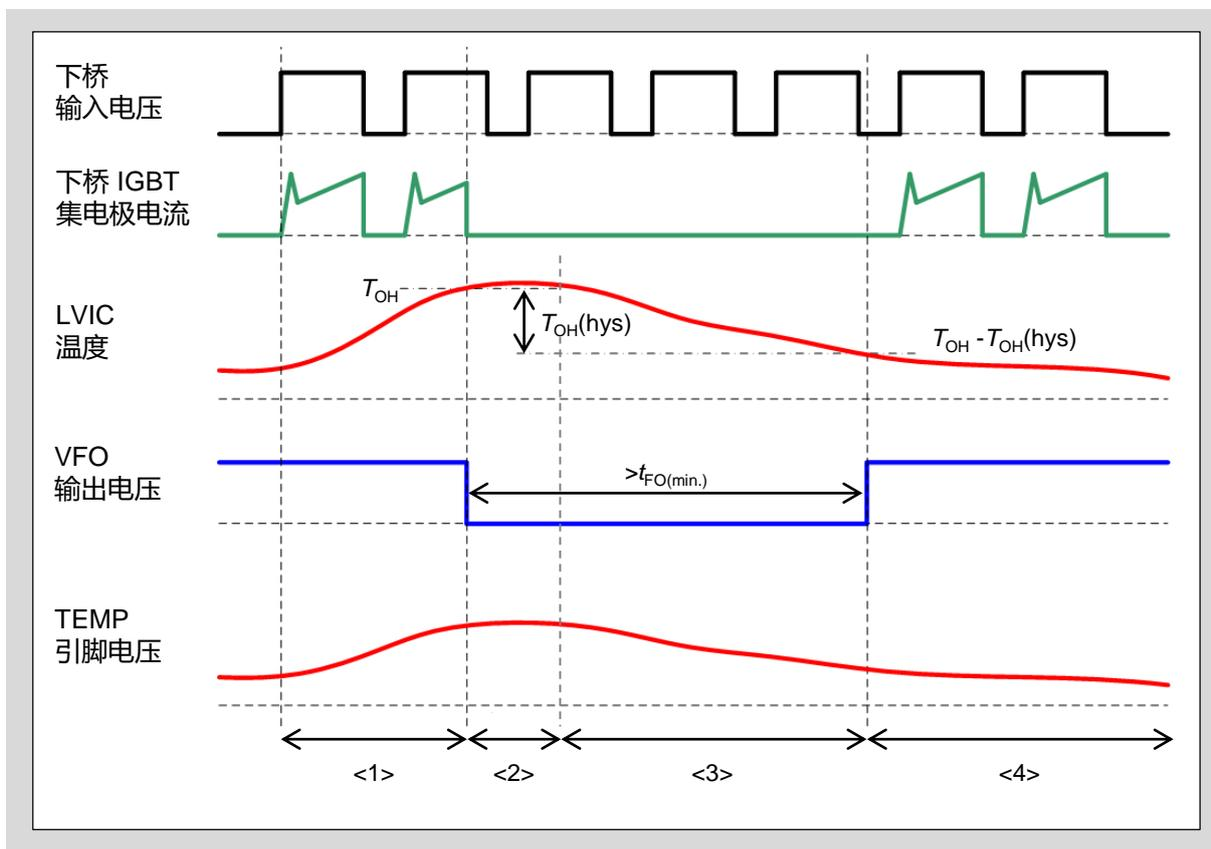

图3-27 过热保护动作时序
- 如图3-27 所示，LVIC 结温比  $T_{OH}$  高时，IPM 的下桥 IGBT 全部关断。LVIC 结温低于  $T_{OH} - T_{OH(hys)}$  时，过热保护状态复位。